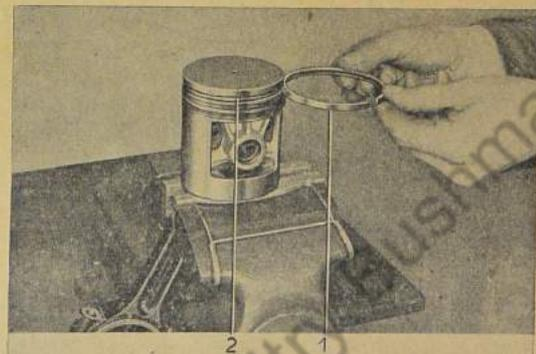

Bild 55: Höhengspiel der Kolbenringe ermitteln
5. Ölabbreifering und Verdichtungsringe auf Höhengspiel in den zugehörigen Nuten prüfen (Bild 55).